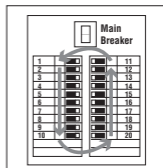

Figura 4
5. Deslice la punta del receptor a lo largo del borde exterior de cada fila de disyuntores usando un patrón de pista de carreras como se muestra (Figura 4).